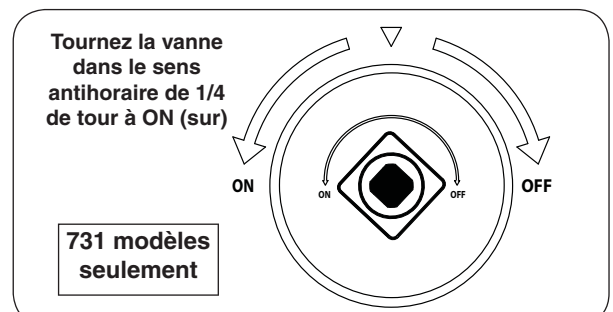

Fig. 42-2 SUR/ÉTEINDRE vanne clé détail
2. Si muni, tournez la SUR/ÉTEINDRE vanne clé de la hauteur dans le sens antihoraire de 1/4 de tour à la position **ON** (sur) (Fig. 42-2).